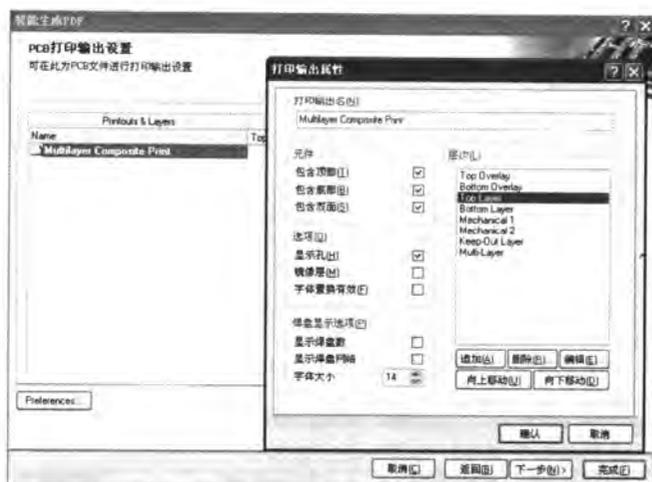

图 11-76 打印输出属性设置
- [3] 单击 **下一步(N) >** 按钮, 进入【PCB 打印输出设置】对话框。在该对话框中, 双击“Multilayer Composite Print”左边的页面图标, 进入【打印输出属性】对话框, 如图 11-76 所示。